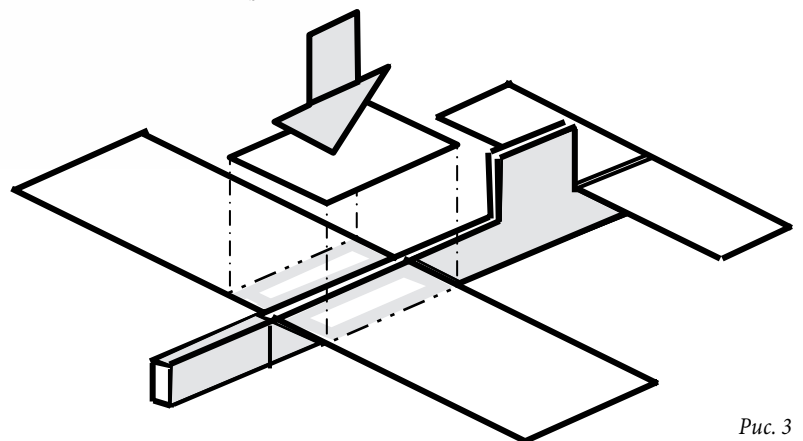

Рис. 3
– Дальше все очень просто. Отогните в стороны крылья и стабилизатор (рис. 3).